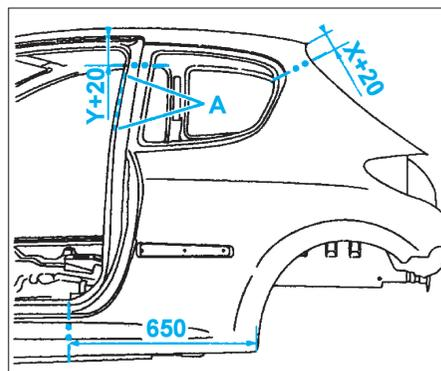

FIG. 106
- Tracer puis découper l'aile à l'aide d'une meule d'épaisseur 1 mm (coupe provisoire) (Fig.106).
- Appliquer une colle de calage structurale suivant (B).
- par points bouchons au MIG suivant (A) et meuler (Fig.106),